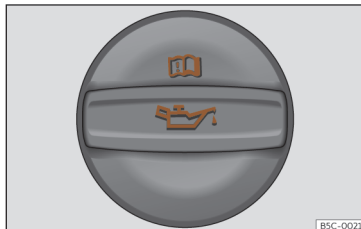

Fig. 221 Tampão do bocal de enchimento do óleo do motor no compartimento do motor.
- Desenroscar o tampão do bocal de enchimento de óleo do motor»» Fig. 221.